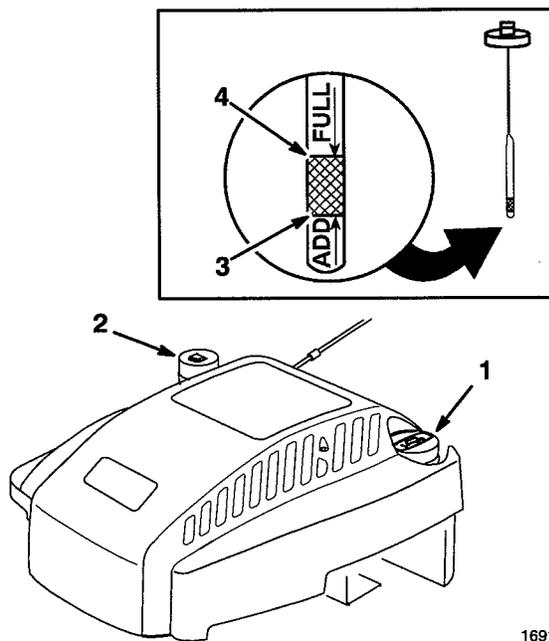

Abbildung 6
Vor jedem Gebrauch sicherstellen, daß sich der Ölstand zwischen VOLL und NACHFÜLLEN befindet (Abb. 6). Öl nachfüllen, falls der Ölstand zu niedrig ist.
3. Den Ölmeßstab abwischen und in den Einfüllstutzen stecken. Die Verschlusskappe um eine Vierteldrehung drehen. Den Meßstab wieder herausziehen und den Ölstand prüfen (Abb. 6). Ist der Ölstand niedrig, den Ölstand nur bis zur VOLL-Markierung auffüllen. **NICHT ÜBER DIE VOLL-MARKIERUNG ANFÜLLEN, DENN DER MOTOR KÖNNTE BEIM STARTEN BESCHÄDIGT WERDEN; ÖL LANGSAM EINFÜLLEN.**
1. Rund um den Kraftstofftankverschluß reinigen (Abb. 6) und die Kappe vom Tank entfernen. Bei bleifreiem Benzin den Kraftstofftank bis 6-13 mm unter den Einfüllstutzen füllen.